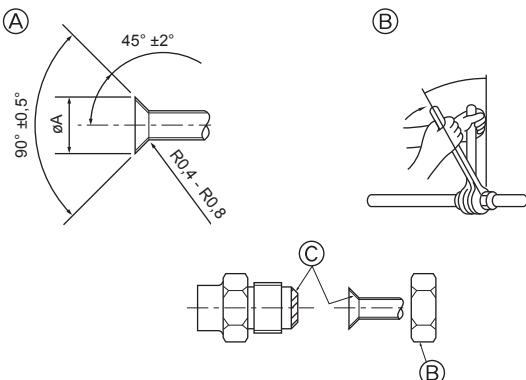

Fig. 3-2
3.2. Forbindelsesrør (Fig. 3-2)